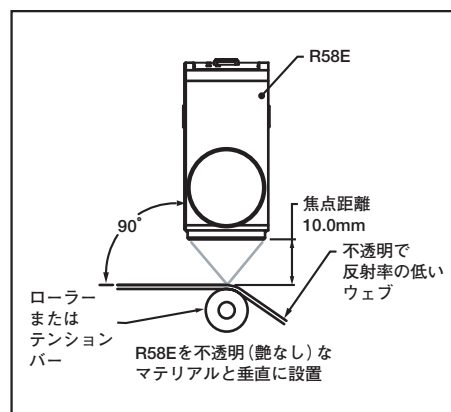

Fig.7 不透明で光沢のない材料の場合の設置
- 「たわみ」や「ぶれ」の影響を最小限にするために、可能な限りウェブ材料はテンションバーやローラーの上で検出してください(Fig.7)。